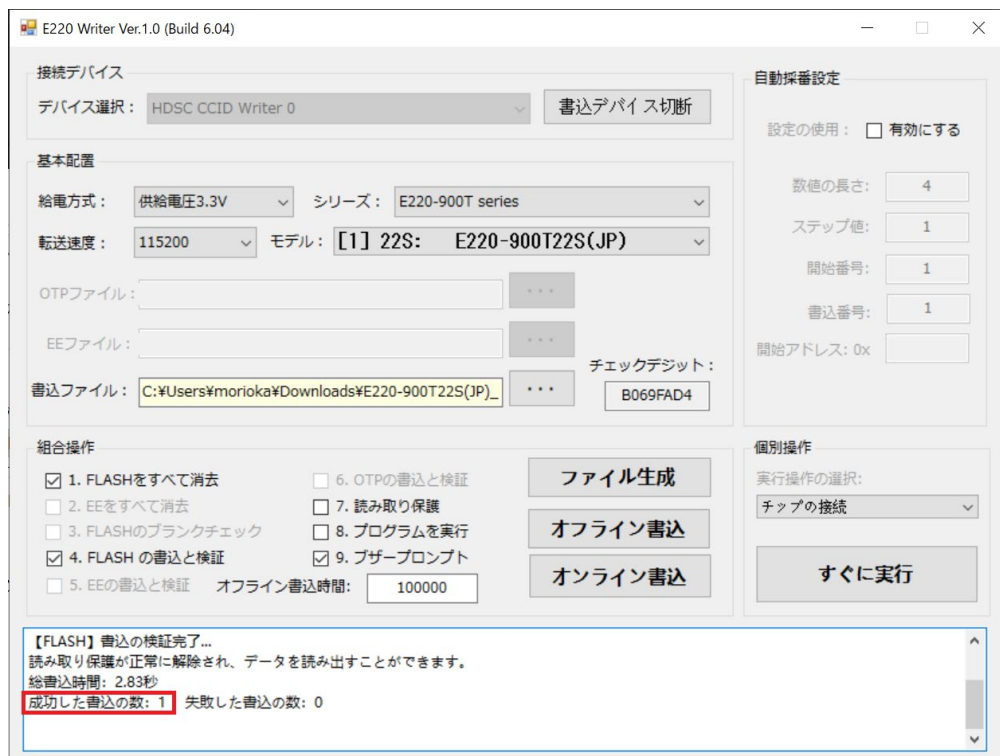

図 9 書き込み成功画面
5. 図 9 の通り、ファームウェア書き込み成功後は、USB を外して電源を切ることができます。